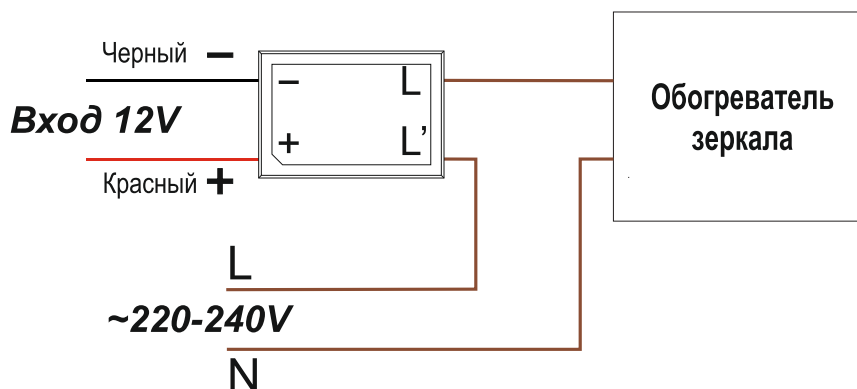

Рис. 2
- Схема подключения реле-выключателя дана на Рис. 2.